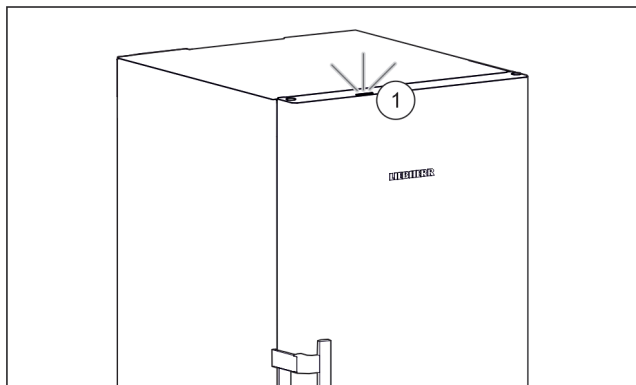

Fig. 36 Aktivní stavové světlo při zavřených dveřích
- ▷ Stavové světlo Fig. 36 (1) je aktivované.